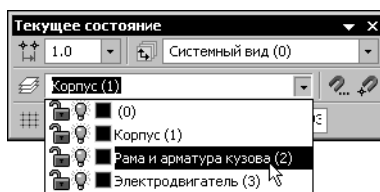

Рис. 47.2. Выбор текущего слоя
- ▼ Выберите или введите с клавиатуры номер или название (это зависит от настройки, см. раздел 47.9 на с. 63) нужного слоя в поле **Текущий слой** на панели **Текущее состояние** (рис. 47.2), и он станет текущим. Слой, выделенный в списке, подсвечивается в окне документа. Значки перед номером или названием слоя показывают его текущее состояние и цвет.
Иногда бывает удобно изменять состояние слоев с помощью значков, отображающих свойства **Активность** и **Видимость** в списке слоев на панели **Текущее состояние** (рис. 47.2). Щелчок на значке изменяет значение свойства слоя на противоположное.